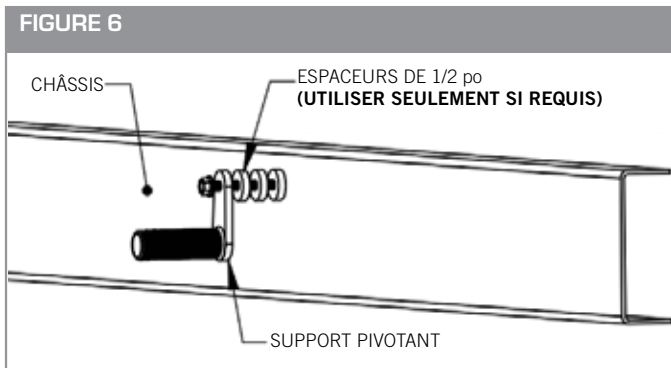

FIGURE 7
- Une fois les supports en place sur l'aile, serrer le boulon 5/8 x 4-1/2 po qui traverse le support pivotant (10001472) pour fixer solidement le pivot au châssis. (Voir la Figure 7)